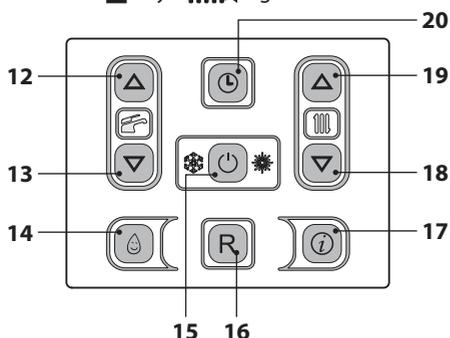

Figura 2.5
Entre en la "modalidad programación" manteniendo pulsado durante 5 segundos el botón 20 (Figura 2.5) hasta que aparezca en el display el símbolo ⌚.
Usando los botones 18 (reducción) y 19 (aumento) Figura 2.5 se pueden definir los valores de hora, día y fecha; usando los botones 12 y 13 se puede pasar de un parámetro a otro.
- Mantenga pulsado durante 2 segundos el botón 15 hasta que aparezcan en el display los símbolos  y . Figura 2.5.